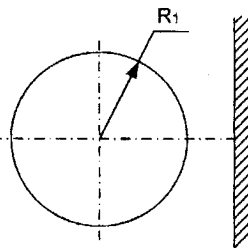

Рисунок 3
- 3) якщо $R_2 = \infty$, то цей провідник перетворюється в площину (рис.3).